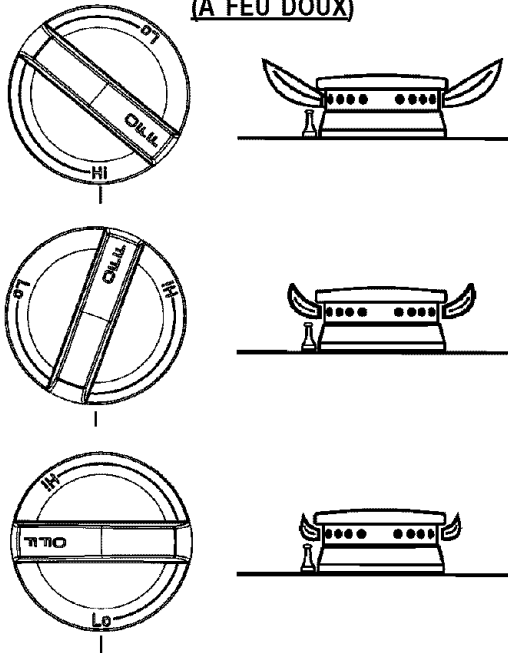

FIGURE 14
Une fois les étapes A, B et C de la conversion terminées, vérifier l'apparence de la flamme de chaque brûleur Lo (à feu doux) et Hi (à plein feu) par rapport à la figure 14. Si la flamme paraît trop grande ou trop petite, revoir chaque étape pour s'assurer qu'elle a été effectuée correctement.
6. Commencer à la position correspondant au gaz GPL (voir le n° 5, page 9, sous C. RÉGLAGE DE LA FLAMME À FEU DOUX), puis tourner la vis dans le sens anti-horaire jusqu'à ce que la flamme se stabilise et ressemble à la flamme illustrée pour le réglage « LO » (feu doux) de la figure 14. Une flamme correctement réglée est stable, bleue et d'une longueur minimum. Le réglage final doit être vérifié en faisant tourner le bouton de feu doux à plein feu et vice versa à plusieurs reprises sans que la flamme s'éteigne.
Une fois les étapes A, B et C de la conversion terminées, vérifier l'apparence de la flamme de chaque brûleur Lo (à feu doux) et Hi (à plein feu) contre la figure 14. Si la flamme paraît trop grande ou trop petite, s'assurer que chaque étape a été effectuée correctement.